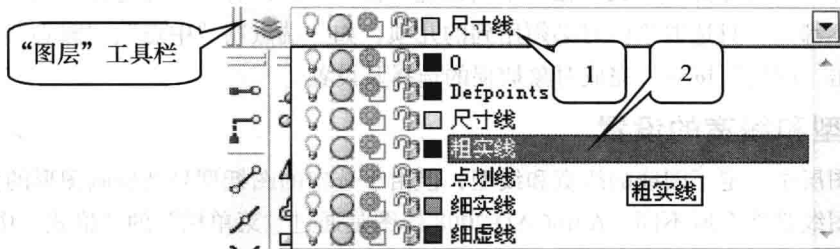

图 1-6 图层的选定
(1) 绘图前选定图层。在绘图前用鼠标左键在“图层”工具栏的窗口中选定需要的图层,“图层”工具栏的窗口显示当前的图层及该图层的状态,所绘制的图线即在该图层中,如图 1-6 所示。